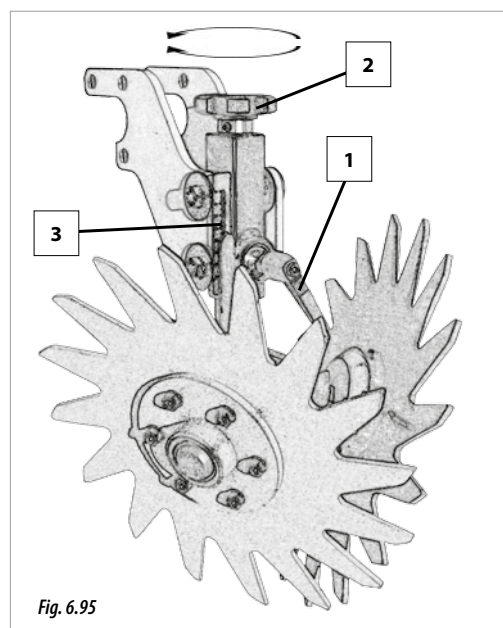

Fig. 6.95
- 1- Slăbiți maneta de fixare (1, Fig. 6.95).
- 2- Rotiți mânerul (2, Fig. 6.95) până la așezarea la înălțimea de lucru dorită, pentru a regla înălțimea, folosiți scara de reglare (3, Fig. 6.95).
- 3- Fixați poziția cu ajutorul mânerului (1, fig. 6.95).